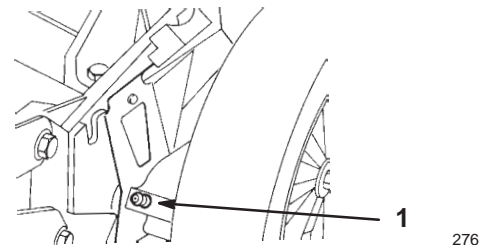

Figure 18
1. A l'aide d'un chiffon propre, essuyez les graisseurs des dispositifs de réglage de hauteur de coupe (Fig. 18).